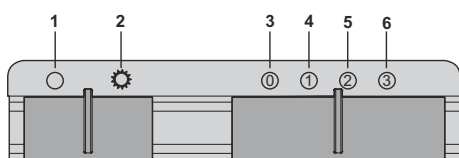

Fig. 18
- 1.** ➤ Sluk belysning (Fig. 18).
- 2.** ➤ Tænd belysning ( Fig. 18 ).
- 3.** ➤ Sluk motor ( Fig. 18 ).
- 4.** ➤ Motor trin 1 ( Fig. 18 ).
- 5.** ➤ Motor trin 2 ( Fig. 18 ).
- 6.** ➤ Motor trin 3 ( Fig. 18 ).